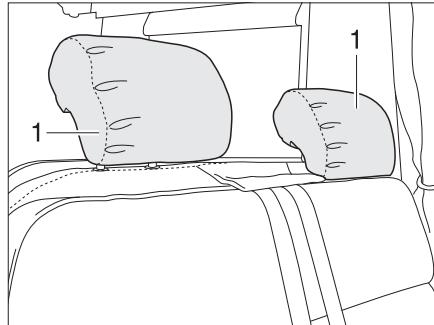

Fig. 21 Poggiatesta del sedile
- Tirare verso l'alto o spingere verso il basso i poggiapiedi (Fig. 21,1).